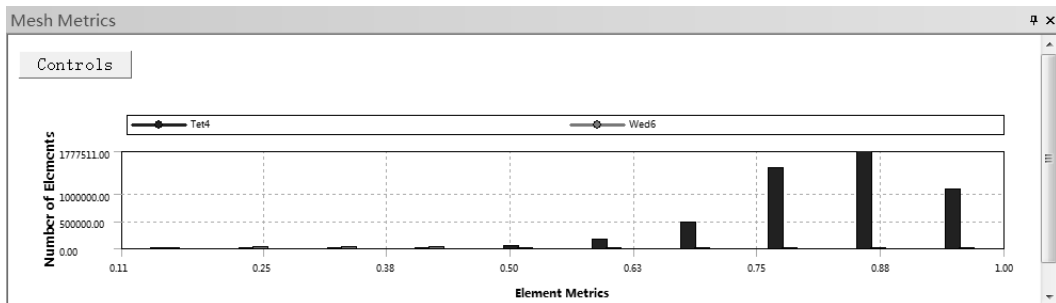

图 3-28 Element Quality 图表
(1) Check Mesh Quality (检查网格质量) 选项中包括 No、Yes, Errors and Warnings 和 Yes, Errors 三个选项可供选择。分别表示不检查，检查网格中的错误和警告，检查网格中的错误。
(2) Error Limits (错误限制) 选项中包括适用于线性模型 Standard Mechanical 和大变形模型 Aggressive Mechanical 两个选项可供选择。
(3) Target Quality (目标质量) 默认为 0.05mm，可自定义大小。
(4) Smoothing (顺滑) 选项中包括 Low、Medium 和 High，即低、中、高三个选项可供选择。
(5) Mesh Metric (网格质量)：默认为 None (无)，用户可以从中选择相应的网格质量检查工具来检查划分网格质量的好坏。
①Element Quality (单元质量)：选择单元质量选项后，此时在信息栏中会出现如图 3-28 所示的 Mesh Metric 窗口，在窗口内显示了网格质量划分图表。